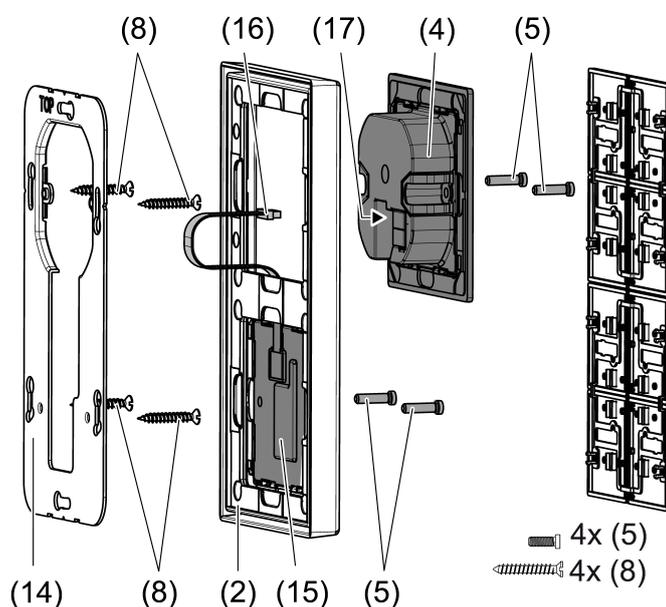

рисунок 2: Монтаж с расширительным модулем тактильного датчика
При использовании расширительного модуля тактильного датчика (см. рисунок 2): предпочтителен вертикальный монтаж. Используйте большое опорное кольцо (14). При монтаже только в одной монтажной коробке утопите в стене нижние винты, например, с отверстием $\varnothing 6 \times 10$ мм. Используйте опорное кольцо в качестве шаблона.
- Опорное кольцо (1) или (14) установите в правильном положении на монтажную коробку. Учитывать маркировку **TOP** = верх; маркировка **A** или **B** спереди. Используйте винты для розеток (8) (см. комплектующие).
- Установите рамку (2) на опорное кольцо.
- Расширительный модуль тактильного датчика (15) предпочтительнее монтировать снизу. Проложите соединительный провод (16) между опорным кольцом и промежуточной перемычкой.
- Расширительный модуль тактильного датчика: установите соединительный провод (16) в правильном положении в гнезде (17) в модуле тактильного датчика. Не допускайте заземления соединительного провода (см. рисунок 2).
- Подсоедините модуль тактильного датчика (4) с присоединительной клеммой KNX (7) к KNX и установите на опорное кольцо.
- Дополнительно закрепите модуль(-и) тактильного датчика на опорном кольце с помощью пластмассовых винтов (5) (см. комплектующие). Не затягивайте пластмассовые винты слишком сильно.
- Перед монтажом кнопок (6) запрограммируйте физический адрес в устройстве.